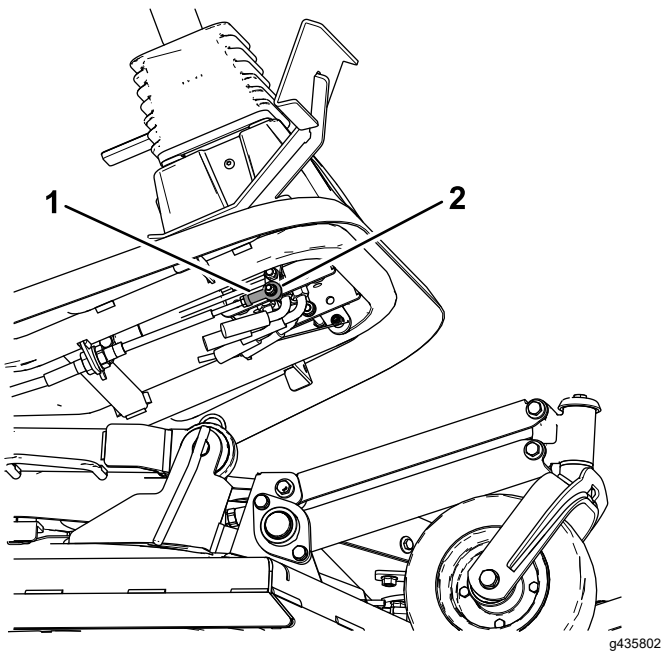

Figure 81
4. Desserrez l'écrou de blocage qui fixe le roulement d'extrémité de la tige du câble de commande de déplacement à la pédale (Figure 81).
5. Retirez le boulon et l'écrou qui fixent le roulement d'extrémité de la tige du câble de commande de déplacement à la pédale (Figure 81).
7. Serrez l'écrou de blocage (Figure 81) et fixez le roulement d'extrémité de la tige à la pédale de déplacement avec le boulon et l'écrou retirés pour bloquer l'angle de la pédale.